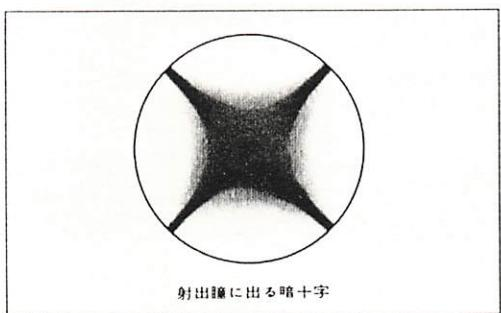

図 36
(1) ランプの心出し
- ① 照明切替えつまみが制限に当たるまで押し込まれていることを確認します。
- ② トランスの電源スイッチを入れ、電圧を6Vにします。
- ③ 開口絞りを全開にします。
- ④ NDフィルタをステージに載せ、10×対物レンズでピント合せをします。
- ⑤ 接眼レンズを鏡筒から抜き取り、対物レンズの瞳を見ながらランプハウスを前後させて、瞳面の拡散板上にフィラメント像を結ばせます。
- ⑥ ランプ心出しへじを操作して、フィラメント像を瞳の中央にします。
(2) ポラライザの方位決め
- ① ステージ上のNDフィルタに、40×対物レンズで大略のピント合せをします。
- ② ポラライザの目盛を0にします。
- ③ 鏡筒の双眼部から接眼レンズの一方を抜き取り、対物レンズの瞳を見ながらポラライザ回転ローレットを回して、瞳に図36のような暗十字が出るように方位を決めます。